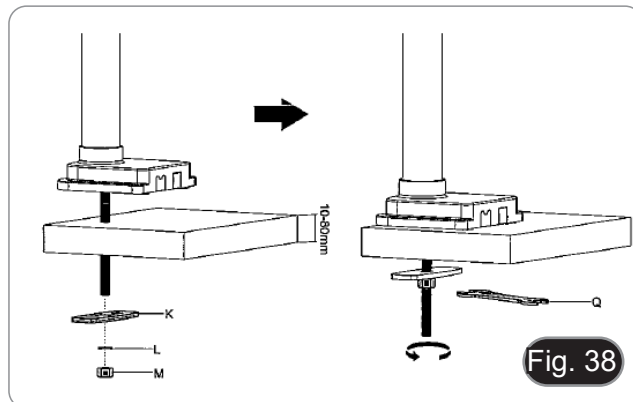

Fig. 38
6. Inserire la vite (I) nel foro del tavolo.
7. Fissare il tutto usando la piastra di fissaggio (K), la rondella (L) ed il dado (M).
8. Serrare il dado usando la chiave (Q). (Fig. 38)